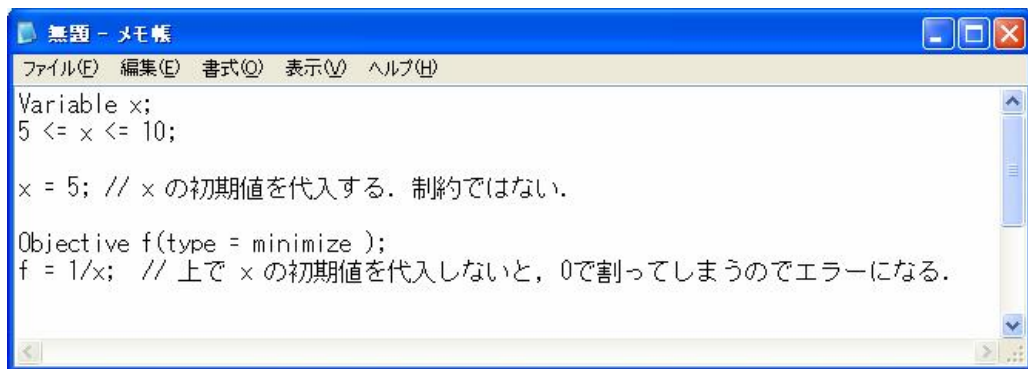

図 9 初期値の例
- (1) 制約式で不等号「 \leq 」と「 \geq 」は使用できるが、「 $<$ 」や「 $>$ 」は使用不可。
- (2) 「 $=$ 」は代入を表し、「 $==$ 」は等価を表す。よって、「 $=$ 」は制約としては使用されない。
- (3) 「 $1/3$ 」は 0 と認識される。小数点以下も考慮したい場合には「 $1.0/3.0$ 」とすればよい。
- (4) パラメータや変数の初期値は 0 が代入される。パラメータは代入されるまで 0 である。変数は最適化計算が行われるか代入されるまで 0 である。(図 9 参照)